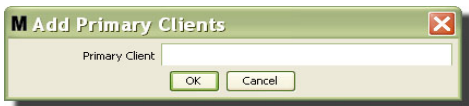

FIG. 80
- En el cuadro Agregar clientes principales que se representa en la FIG. 80 introduzca el nombre del Cliente principal que esté agregando. Haga clic en Aceptar para cerrar la pantalla y guardar los cambios. El nombre del Cliente principal puede ser cualquier cosa, siempre que sea único en el sistema y que se haya establecido el mismo nombre en la configuración local del ordenador cliente (utilizando el Editor de archivos de propiedades de Matrix, que se describe en la página 163, o la propiedad de nombre de cliente de Matrix). Con frecuencia es conveniente utilizar nombres de host en red, ya que el nombre del host será único y generalmente es un nombre que se recuerda e introduce fácilmente, aunque esto no es obligatorio.